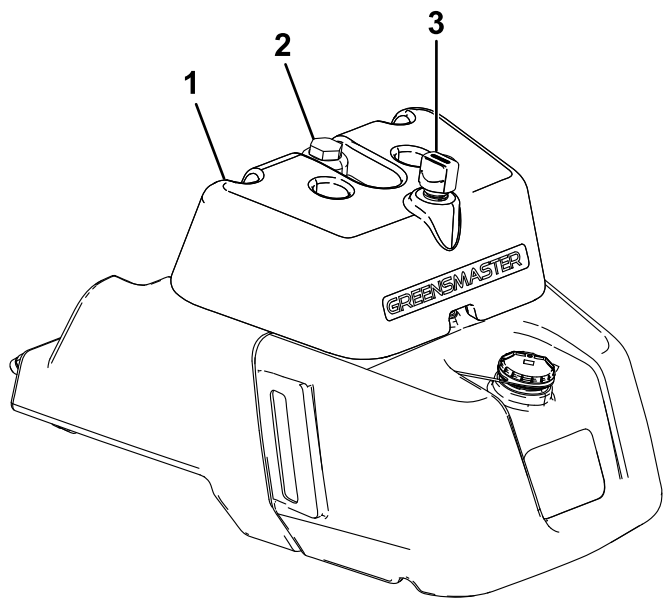

Figura 44
- Se il serbatoio è dotato di un vetro spia, controllate lì il livello dell'olio (Figura 44) e procedete al passaggio 5.